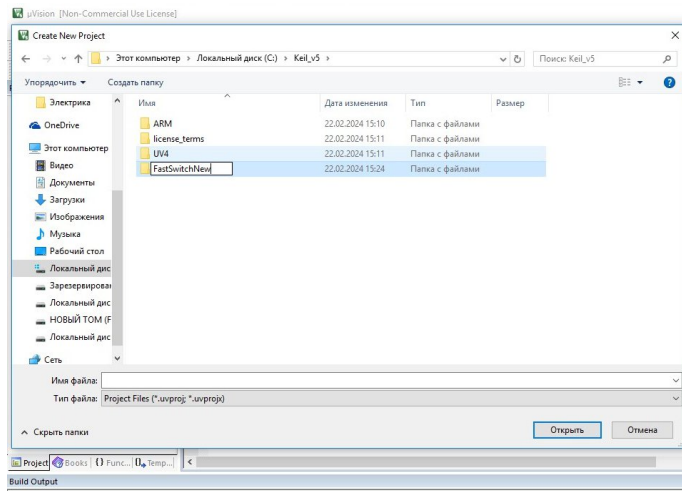

Рисунок 14
5.7.3 Создать папку с именем "FastSwitchNew" (см. рисунок 14).